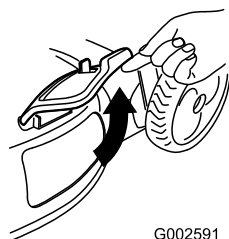

Рисунок 29
2. Поднимите боковую выпускную дверцу, чтобы открыть ее (Рисунок 29).